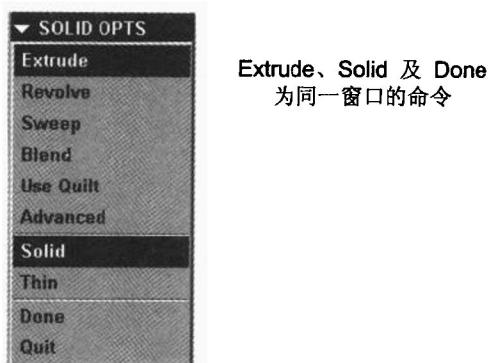

图3
5. | (例如: Extrude | Solid | Done) : 同一窗口中的命令 (见图 3)。